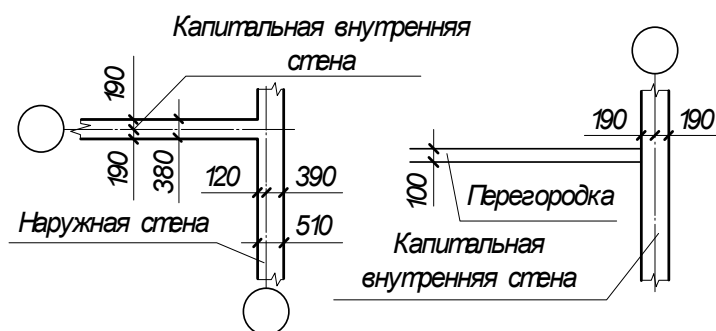

Рис. 15
1. Внутреннюю грань наружной несущей стены размещают на расстоянии ≥ 120 мм от координационной оси (рис.15). В самонесущих наружных стенах координационная ось проходит по внутренней плоскости стены.
2. Во внутренних стенах координационная ось, как правило, совпадает с геометрической осью стены (рис.15).